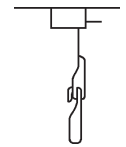

Abb. 17
- 7) Sobald der Eiswürfelbereiter stoppt, ist der Behälterendscharter in die "Betriebsposition" freizugeben. Siehe Abb. 17. (Der Eiswürfelbereiter wird nach 80 Sekunden erneut starten, und die Wasserwanne wird sich zu öffnen beginnen.)